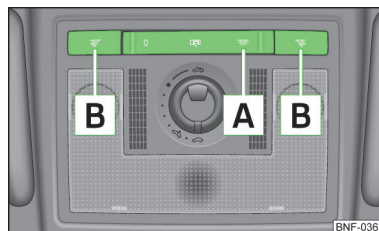

Fig. 28
- Tryk kontakten **A** » Fig. 28 til positionen $\rightarrow$.
➤ Tryk kontakten **A** » Fig. 28 til positionen 0.
➤ Tryk kontakten **A** » Fig. 28 til den midterste (vandrette) position.
➤ Tryk på kontakterne **B** » Fig. 28 for at tænde eller slukke læselamperne.